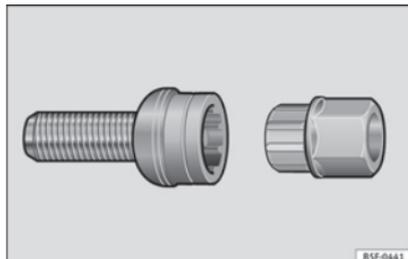

Fig. 162 Boulon antivol de roue avec capuchon et adaptateur.
- Introduisez l'adaptateur au maximum dans le boulon antivol de la roue » fig. 162.